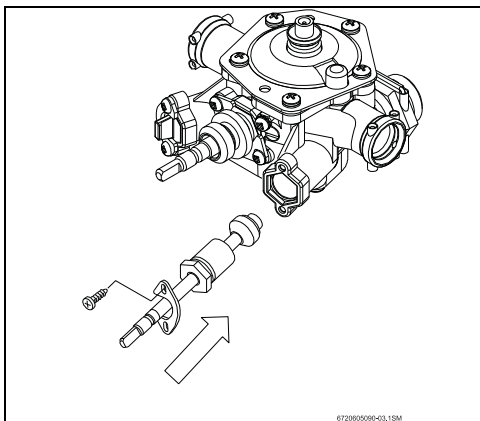

Fig. 3
- ▶ Monter les axes des robinets avec les joints et les bloquer à l'aide des fixations (voir Fig. 3).